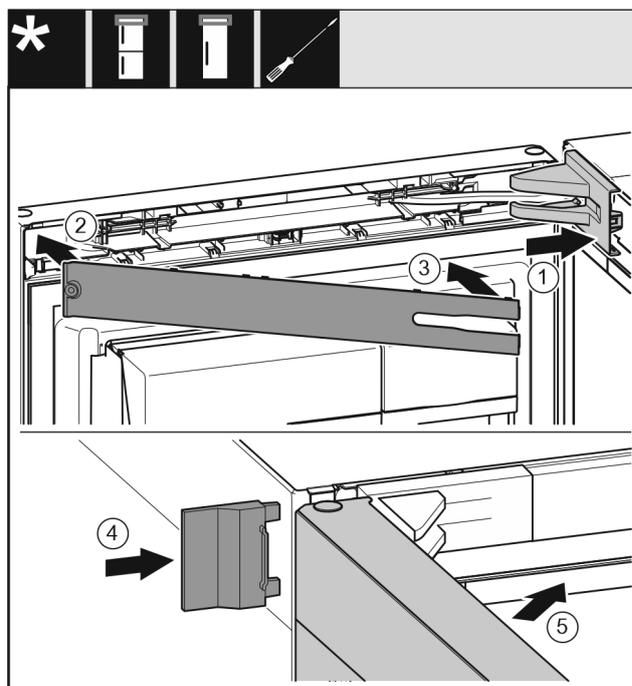

Fig. 31
- ▶ Applicare e innestare la copertura del blocco di supporto Fig. 31 (1), eventualmente staccarle l'una dall'altra con cautela.
- ▶ Applicare la maschera Fig. 31 (2).
- ▶ Maschera Fig. 31 (3)
- ▶ Applicare la copertura esterna Fig. 31 (4).
- ▶ Chiudere la porta superiore Fig. 31 (5).